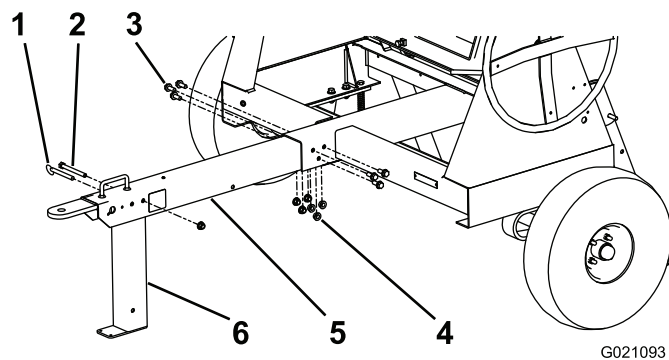

Figura 7
4. Instale la barra de enganche en el hueco de la parte delantera de la máquina, y sujételo con 6 tuercas y pernos cortos a 102 N m (75 pies-libra); consulte Figura 7.
5. Alinee el taladro superior trasero de la pata estabilizadora delantera con el taladro situado detrás del asa, en la parte delantera de la barra de enganche (Figura 7).
6. Instale el perno largo a través de los taladros, y sujételo con una tuerca apretada a 102 N m (75 pies-libra); consulte Figura 7.
7. Inserte el pasador para bloquear la pata estabilizadora delantera (Figura 7).